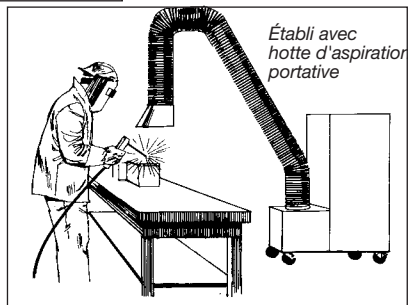

Figure 20.8
- 3) l'établi de soudage à hotte d'aspiration portative ou fixe (figure 20.8).